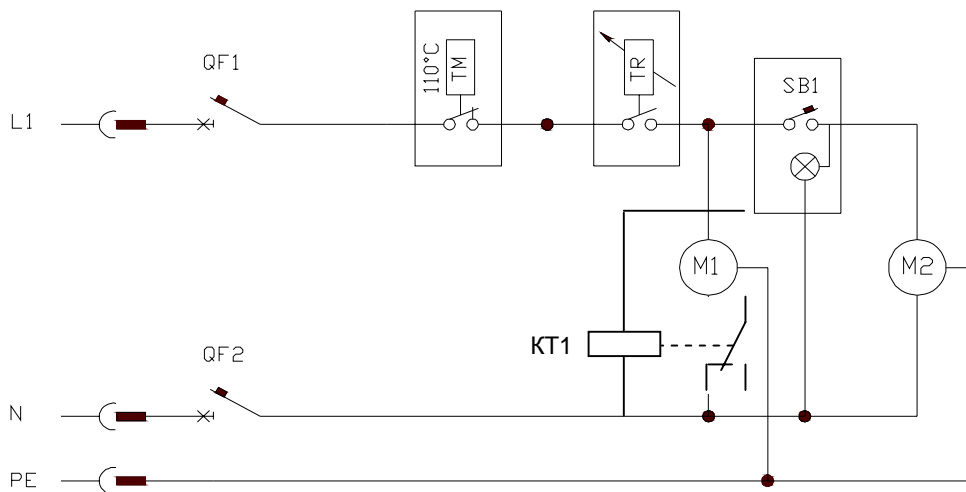

Рисунок 2 - Схема электрическая принципиальная без ПЧВ
**5.3** Датчики и электродвигатели соединены электрическими проводами с блоком управления согласно приложенной схеме рис.2. На блоке управления установлен главный выключатель (автоматический прерыватель тока). Блок управления подключен к электросети заземленной штепсельной вилкой или непосредственным соединением. Отключение котла от электросети можно произвести выключением штепсельной вилки или обесточиванием.
**5.8** Подключение оборудования к электросети разрешается только после проверки правильности электрических соединений по прилагаемой схеме (рис.2) и соответствия ПУЭ. Проверка должна выполняться электриком или специалистом, введившим оборудование в эксплуатацию. **Изготовитель** не несет ответственности за полученные травмы или повреждения, возникшие в результате неправильно выполненных электрических соединений.